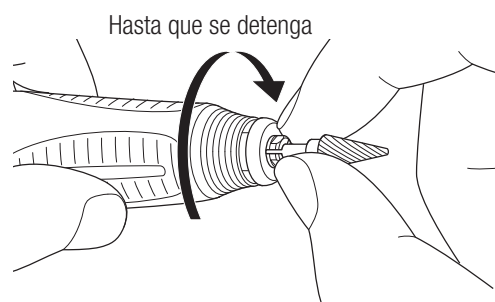

Fig. 10
- 3) Gírelo en el sentido de las agujas del reloj con el dedo hasta que se detenga (Fig. 10).